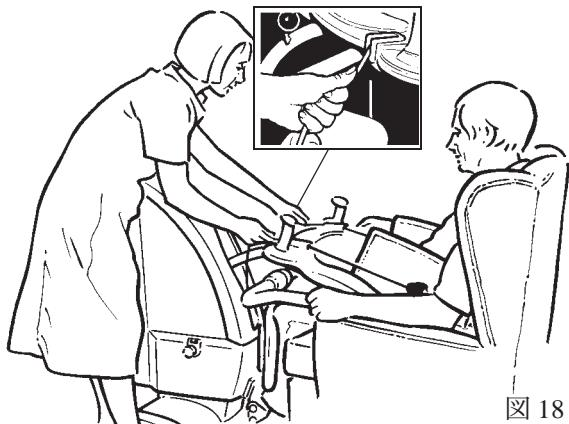

図 18
3. 取り付けコードをコードロック用止め具にロックしてください。(図 18 参照)
注記: 患者をスリングで支える必要がありますが、前方に引っ張りすぎないでください。(図 18 参照)